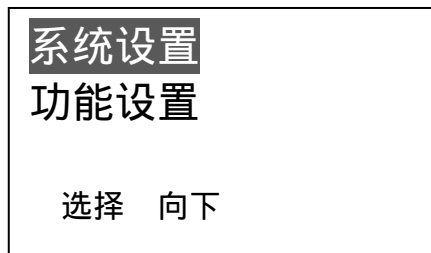

图 19
- b. 按 **←** 键进入进入主菜单，如下（如图 19），
b. 按 **←** 键进入进入主菜单，如图 19。
- b. 按 **←** 键进入主菜单，如图 19。
- b. 按  $\leftarrow$  键进入主菜单，如图 19。